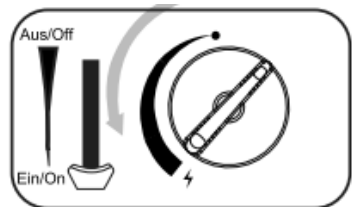

Abb. 8
1. Drehen Sie anschließend den Einstelldrehregler (18) ganz nach links auf die Zündposition (19) und halten Sie ihn für ein paar Sekunden auf dieser Position, bis das Klicken der Zündung erfolgt. (Abb. 8)